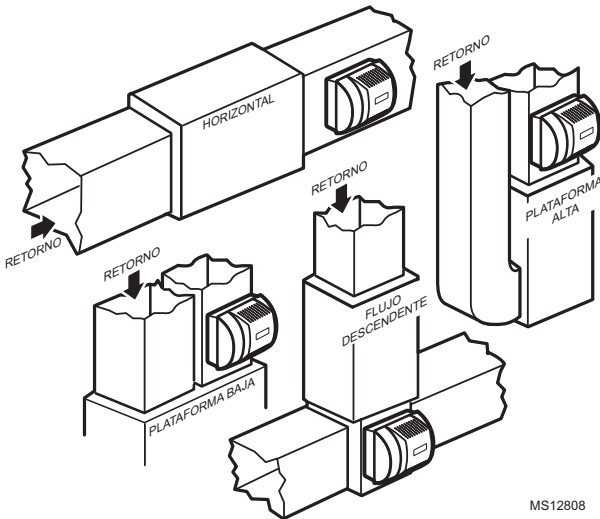

Fig. 1. Ubicaciones de instalación típicas para el humidificador.
- Elija un lugar para el humidificador en el plenum de alimentación (corriente de aire cálido). Consulte la Fig. 1.